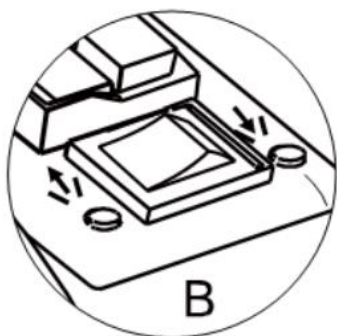

Fig.14
1. Prima na seta para baixo do interruptor de inversão. (Fig. 14)